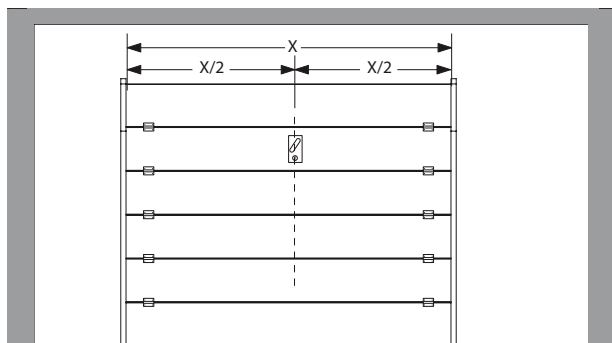

Fig.18
- !** BELANGRIJK: Voor een correcte werking van de automatisering, moet de motor bevestigd worden in overeenstemming met de motorsturing (Fig.18).